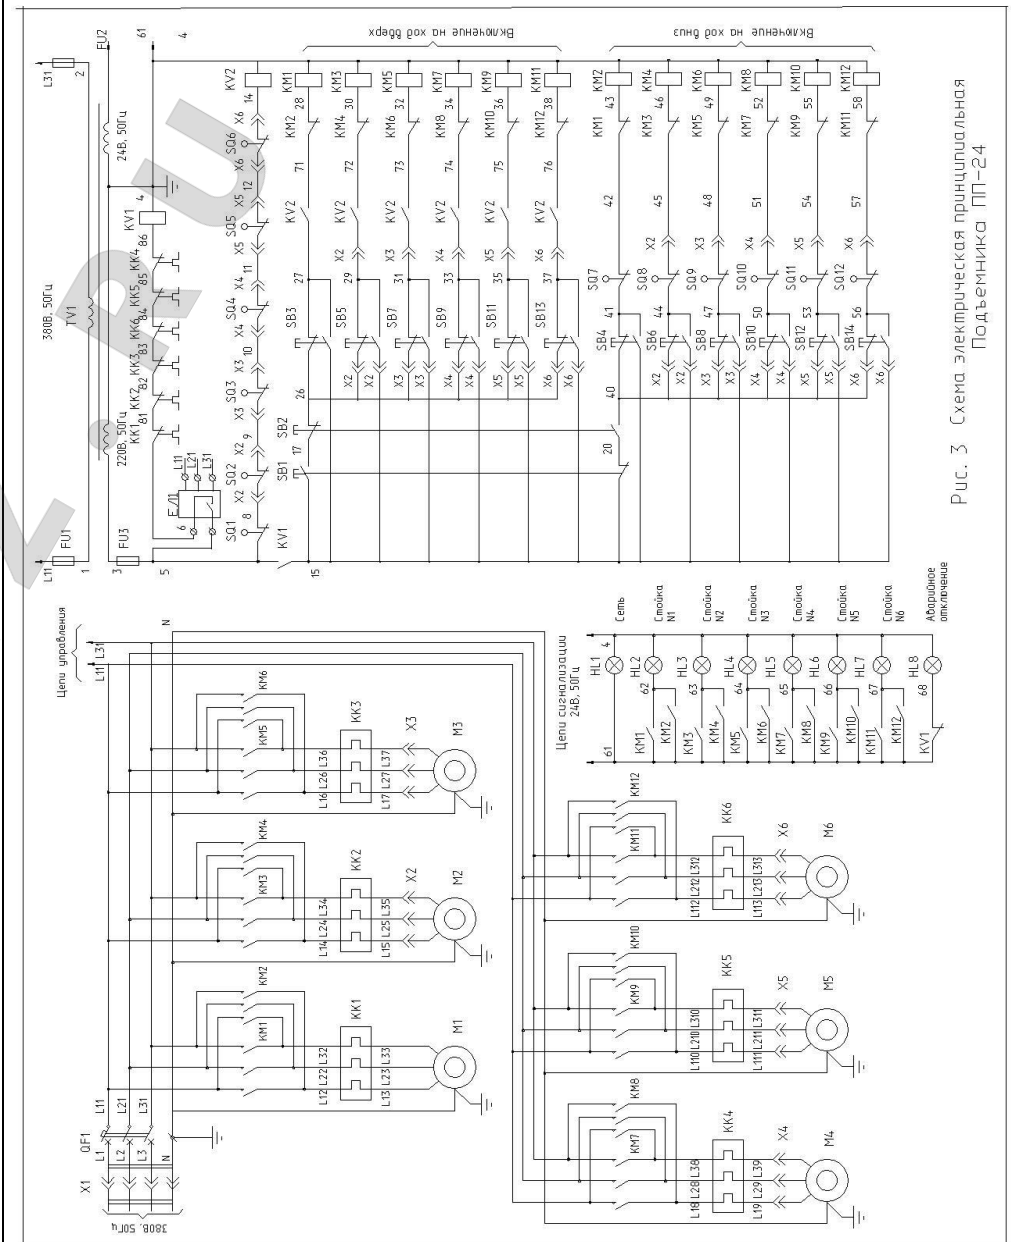

Рис. 3. Схема электрическая принципиальная Подъемника ПП-24
4.3. Описание работы схемы электрической (см. Рис. 3). Управление подъемником осуществляется со шкафа аппаратного, установленного на первой стойке.